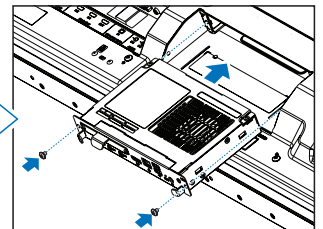

Abbildung 4
4. Setzen Sie die Zusatzplatine in den Monitor ein, und fixieren Sie sie mit den herausgedrehten Schrauben (**Abbildung 4**). (Empfohlenes Anzugsdrehmoment: 139–189 N•cm).